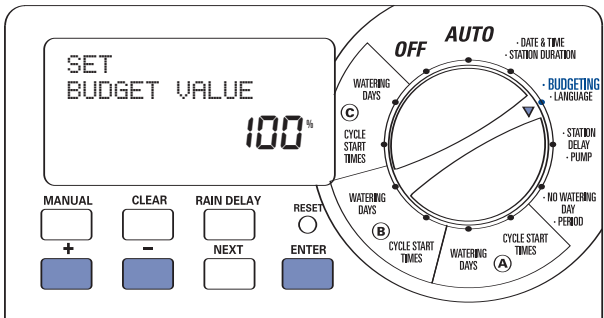

Figura 14: Impostazione della funzione di risparmio dell'acqua
1. Portare il selettore in posizione • **BUDGETING** (Risparmio acqua Lingua) [Vedere la Figura 14]